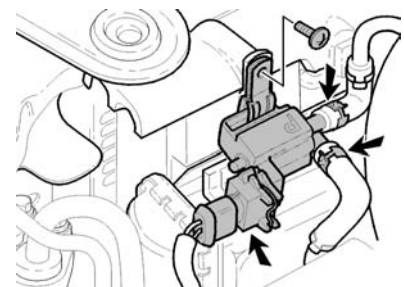

Fig. 8
- Atornillar la válvula secuenciadora con soporte en el tornillo del intercambiador del turbo (Fig. 8). Conectar de nuevo los cables y el conector. Observar que las abrazaderas de los conductos en la válvula secuenciadora no rozan con el tubo flexible del aire de sobrealimentación.